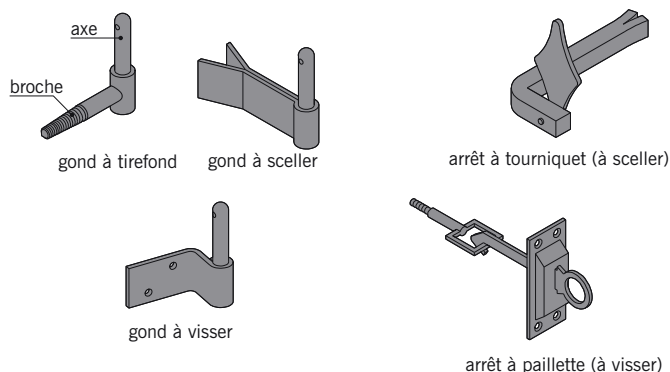

fig. 11.70
■ **Le gond** (fig. 11.70) : petite pièce métallique fixe, autour de laquelle pivote le volet.